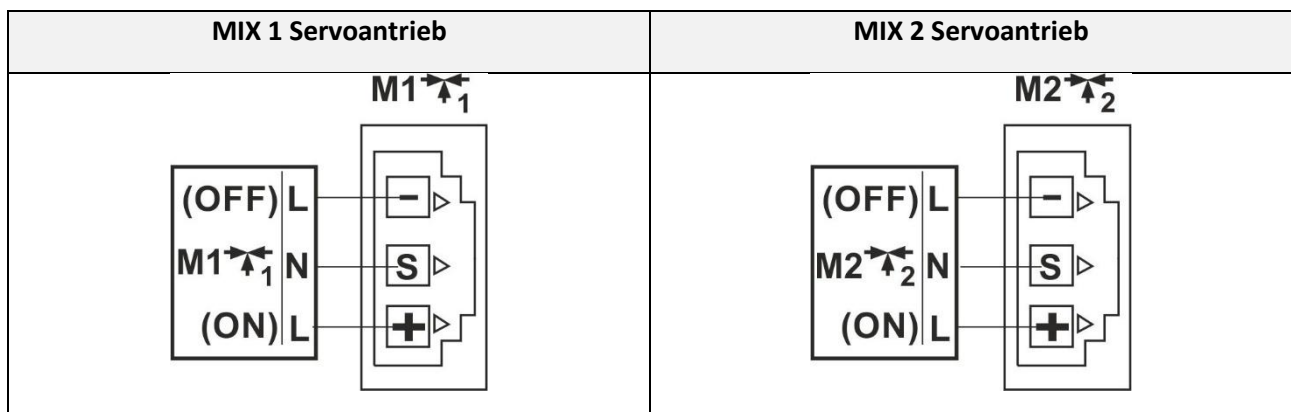

Abbildung 23: Verdrahtungsplan der MIX-Antriebe
- Verbinden Sie den MIX-Antrieb mit der Steuerung über den Stecker an der linken Wand des Schaltschranks mit der Steuerung (siehe Abbildung 23) gemäß der technischen Dokumentation des Antriebsherstellers. Achten Sie auf die richtige Bezeichnung der Adern zum Öffnen und Schließen des Ventils.